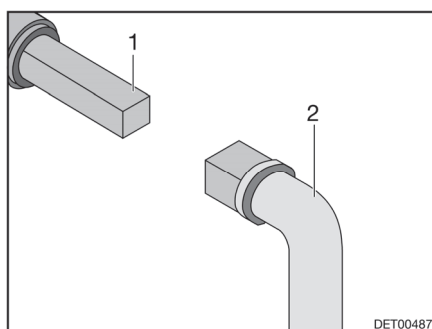

Fig. 145 Utilizzo del rubinetto di scolo delle acque grigie
- Inserire la chiave (Fig. 145,2) sul perno quadro (Fig. 145,1).